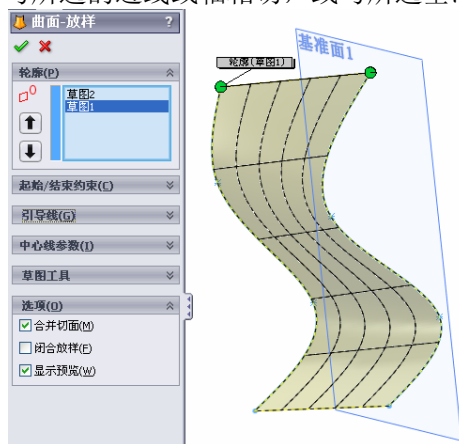

图 7-46 “曲面—放样”属性管理器
- ① 在一个基准面上绘制放样的轮廓。
- ② 建立另一个基准面，并在上面绘制另一个放样轮廓。这两个基准面不一定平行。
- ③ 如有必要还可以生成引导线来控制放样曲面的形状。
- ④ 单击曲面工具栏上的放样曲面按钮 ，或选择“插入”→“曲面”→“放样曲面”命令。
⑤ 在“曲面—放样”属性管理器中，单击 图标右侧的显示框，然后在图形区域中按顺序选择轮廓草图，则所选草图出现在该框中。在右面的图形区域中显示生成的放样曲面，如图 7-46 所示。
⑥ 单击上移按钮 或下移按钮 来改变轮廓的顺序。此项操作只针对两个轮廓以上的放样特征。
⑦ 如果要在放样的开始和结束处控制相切，则设置“起始处/结束处相切”选项。